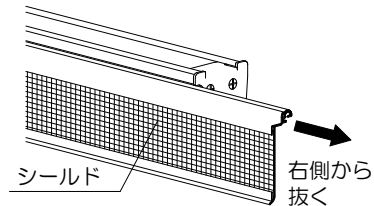

図1
3) シールド付きの場合、両側のサイドカバーまたは、右側のサイドブラケットカバーを取外し（14ページ参照）、右側からシールドを抜いて、取外します。（図1参照）（左側からは取外せません）